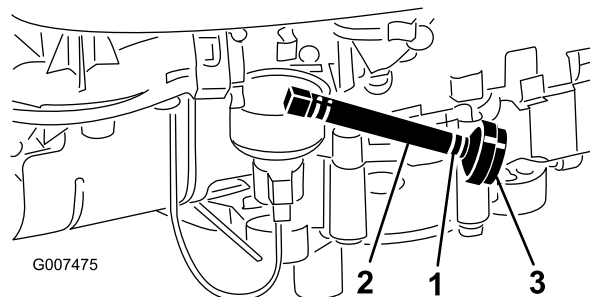

Figura 27
8. Apriete los extremos de la abrazadera y deslícela por el tubo de combustible hacia el depósito de combustible (Figura 27).
9. Tire del tubo de combustible para separarlo del filtro (Figura 27) y deje que la gasolina se drene en un recipiente apropiado.
**Nota:** El mejor momento para cambiar el filtro de combustible (Figura 27) es cuando el depósito de combustible está vacío. No instale nunca un filtro sucio que haya sido desmontado del tubo de combustible.
7. Apriete los extremos de las abrazaderas y deslícelas por el tubo alejándolas del filtro (Figura 27).